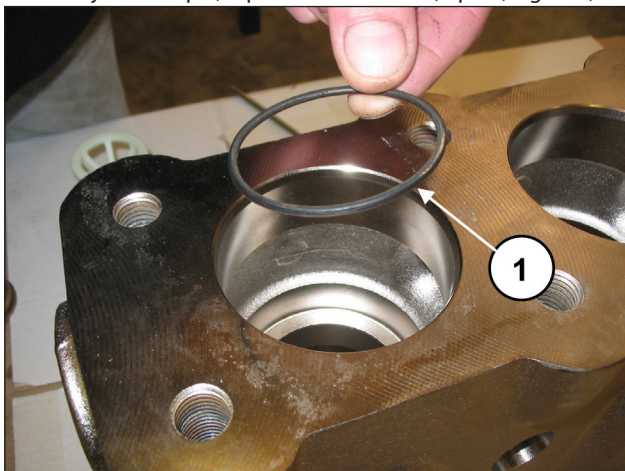

Fig. 118
Placer le joint torique, rep. vue éclatée n° 6 (rep. ①, Fig. 118).